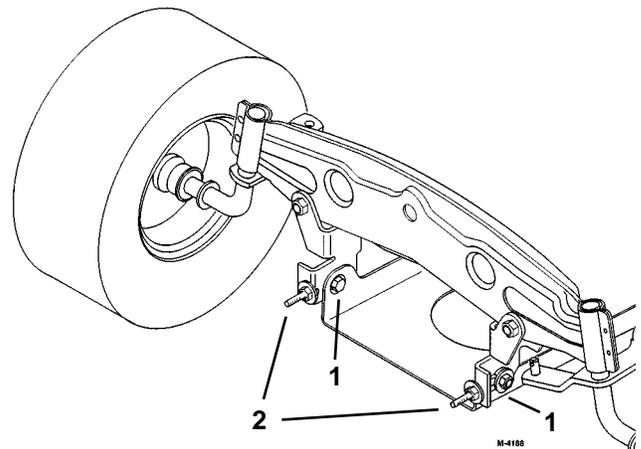

Bild 52
- Um die Messerneigung von vorne nach hinten einzustellen, die Befestigungsschrauben der vorderen Gelenkplatte etwas lockern (Bild 52).
- Die Sicherungsmuttern an den Ringschrauben drehen, um die Einstellung zu ändern (Bild 52). Um die Vorderseite des Mähers anzuheben, die Sicherungsmuttern an den Ringschrauben festziehen. Um die Vorderseite des Mähers zu senken, die Sicherungsmuttern der Ringschrauben lockern.
- Nachdem die Sicherungsmuttern an beiden Ringschrauben gleichmäßig eingestellt wurden, die Neigung von vorne nach hinten nochmals prüfen. Die Ringschrauben weiter einstellen, bis die vordere Spitze des Messerbalkens 0-9,2 mm tiefer ist, als die hintere Messerbalkenspitze (Bild 52).
- Wenn die Neigung von vorne nach hinten einwandfrei ist, die Befestigungsschrauben der Gelenkplatte wieder festziehen (Bild 52).